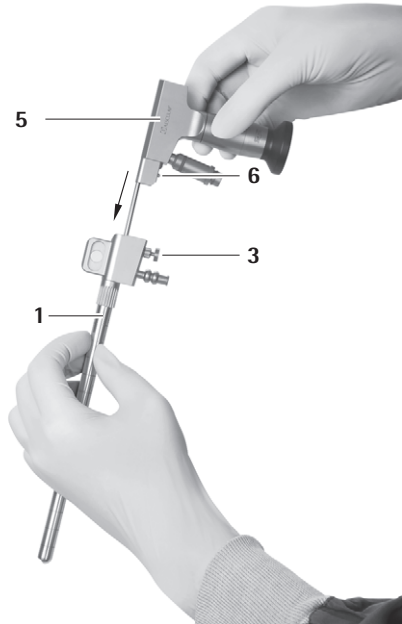
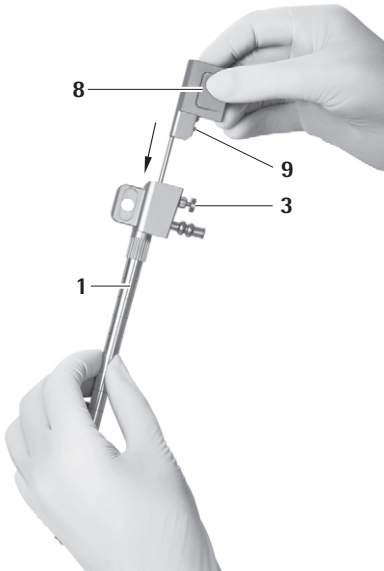

Abb. 14
Abb. 15
- ▶ Dabei sicherstellen, dass sich Verriegelungsbolzen **6** des Endoskops **5** bzw. Verriegelungsbolzen **9** des Obturators für Optikkanal **8** auf gleicher Seite befindet wie Entriegelungsknopf **3** des MINOP InVent-Trokar **1**, siehe Abb. 14 und siehe Abb. 15.